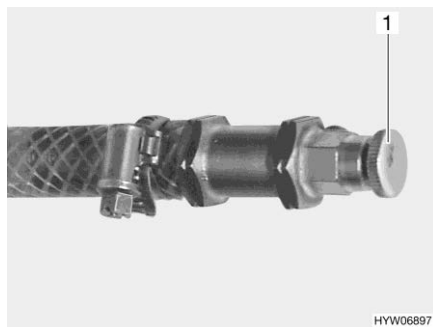

Bild 187 Avluftningsventil varmvatten-värmesystem
- Öppna avluftningsventilen (Bild 187,1) och låt den vara öppen så länge det kommer ut luft.